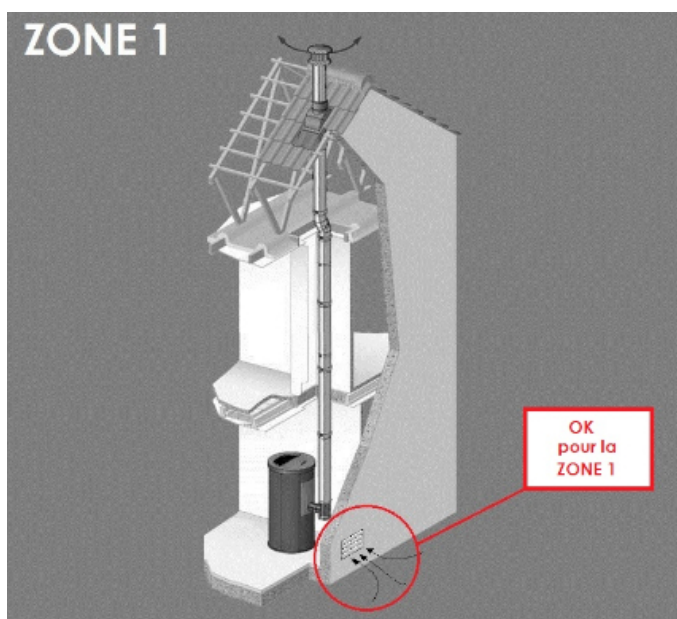

Fig. 13 - Installation possible pour tous les poêles (ZONE 1)
- L'afflux d'air entre l'extérieur et la pièce peut se produire directement, à travers une ouverture dans les murs extérieurs de la pièce (solution conseillée voir **Fig. 13**)